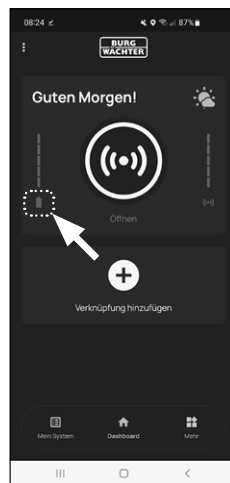

Fig. 6
**Consejo:** Le recomendamos sustituir siempre a la vez las baterías del cilindro y del teclado. En cualquier caso, podrá comprobar en todo momento el estado de la batería del cilindro de forma independiente. El estado actual de la batería se indica en la pantalla principal de la aplicación BURGsmart (Fig. 6).